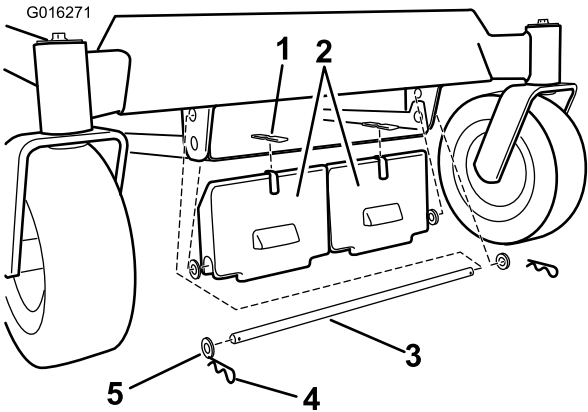

Figura 24
2. Instale el peso en la parte delantera del bastidor de la máquina. Sujete el peso con una varilla, cuatro arandelas y dos chavetas, según se muestra en Figura 24.